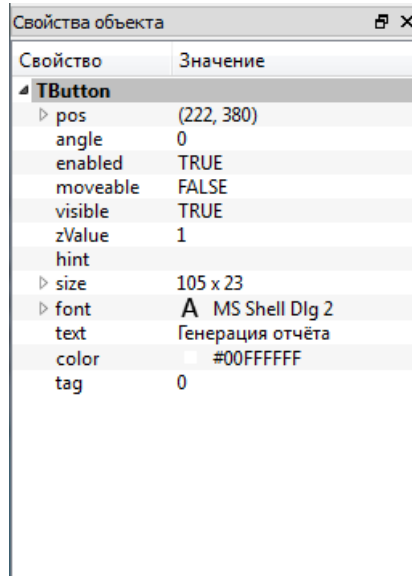

Рисунок 3.396 - Окно редактора свойств
Окно редактора свойств расположено в левой нижней части главного окна редактора. Оно служит для просмотра и изменения свойств объектов композитных типов функциональных блоков. Окно редактора свойств показано на рис. 3.396.
- строки, определяющие группу свойств (**TButton** на рис. 3.396);
- строки, определяющие свойства структурного типа данных (**pos**, **size**, **font** на рис. 3.396);